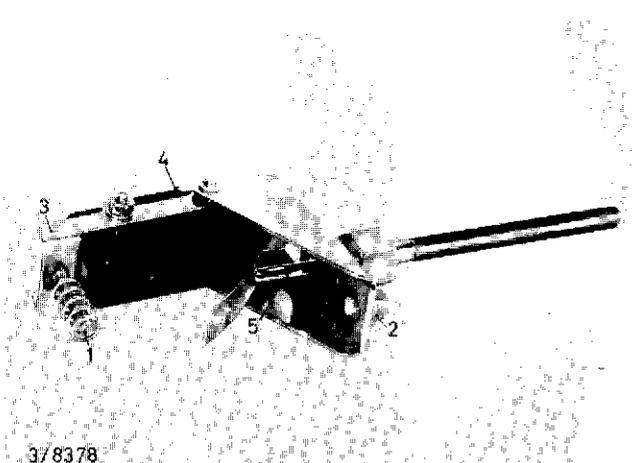

Bild 3
Einstellschraube (1) aus dem Schalterlager (2) heraus-schrauben. Einstellager (3) mit Microschalter (4) über-klappen und den Quarzstab (5) vorsichtig aus dem Fühl-rohr herausgleiten lassen (Bild 3).